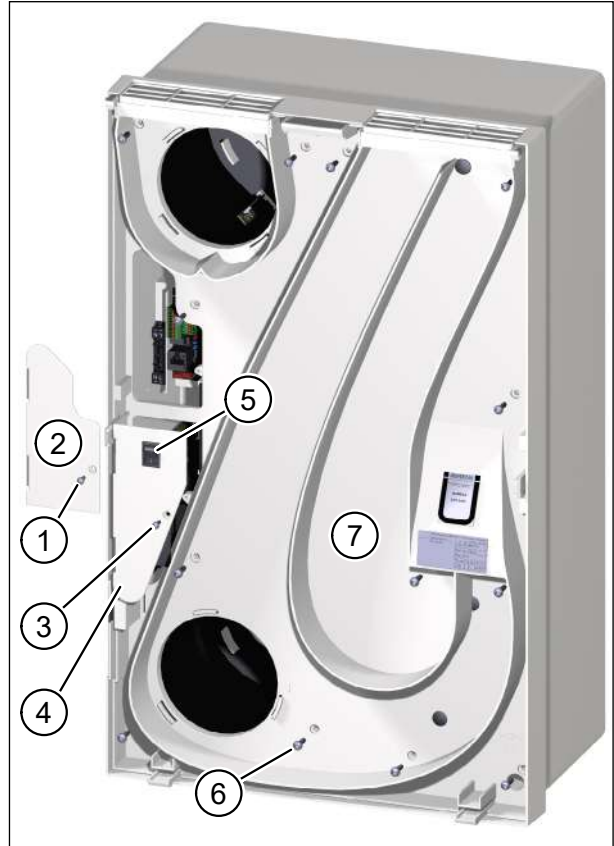

Abb. 23: Elektronikabdeckungen und Zwischenplatte abnehmen
- ▶ Lösen Sie mit dem TX10-Schraubendreher die Torx-Schraube (Pos. 1 in Abb. 23) an der oberen Elektronikabdeckung (Pos. 2 in Abb. 23) und nehmen Sie diese ab.
- ▶ Lösen Sie mit dem TX10-Schraubendreher die Torx-Schraube (Pos. 3 in Abb. 23) an der unteren Elektronikabdeckung (Pos. 4 in Abb. 23).
Die untere Elektronikabdeckung sollte nur vorsichtig abgenommen werden, da der Netzschalter (Pos. 5 in Abb. 23) inkl. Verkabelung an ihr befestigt ist.
- ▶ Lösen Sie mit dem TX20-Schraubendreher die 13 Torx-Schrauben (Pos. 6 in Abb. 23) an der Zwischenplatte (Pos. 7 in Abb. 23) und nehmen Sie diese ab. Fädeln Sie dabei die untere Elektronikabdeckung durch die Öffnung an der Zwischenplatte.